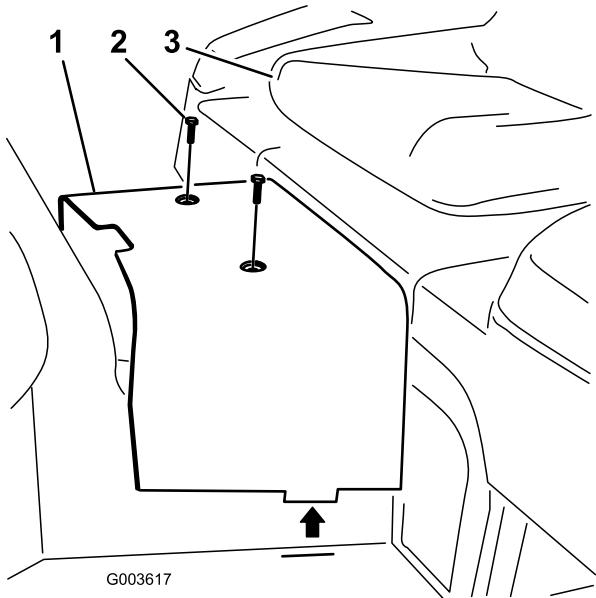

Figura 6
7. Togliete le 2 viti che fissano la copertura centrale al telaio (Figura 6). Rimuovete e conservate la copertura.